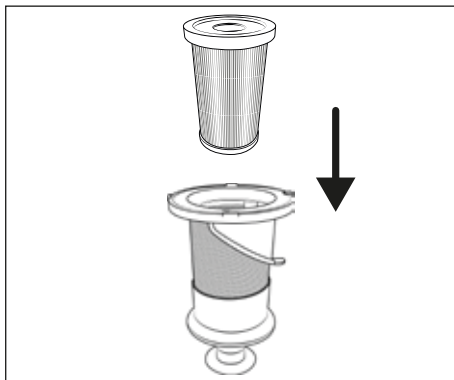

Fig. 24
- 7) Coloque o filtro EPA ⑤ no filtro de aço inoxidável ⑥ (ver fig. 24).